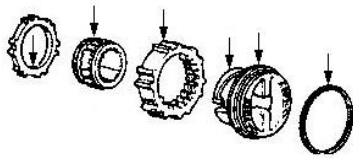

Рис. 4-7.
- Нанесите консистентную смазку на поверхности скольжения всех составных частей муфты свободного хода как показано на рис. 4-7.